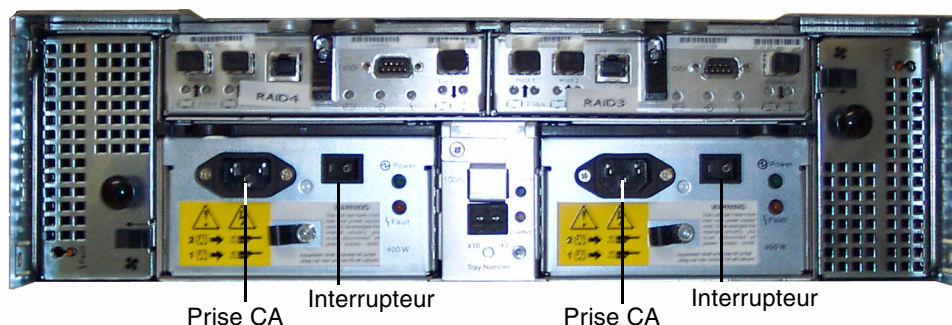

FIGURE 3-22 Panneau arrière des boîtiers de contrôle
2. Vérifiez que les interrupteurs sont en position d’arrêt, puis connectez les câbles d’alimentation CA à l’arrière de chaque boîtier de contrôle (reportez-vous à la FIGURE 3-22).